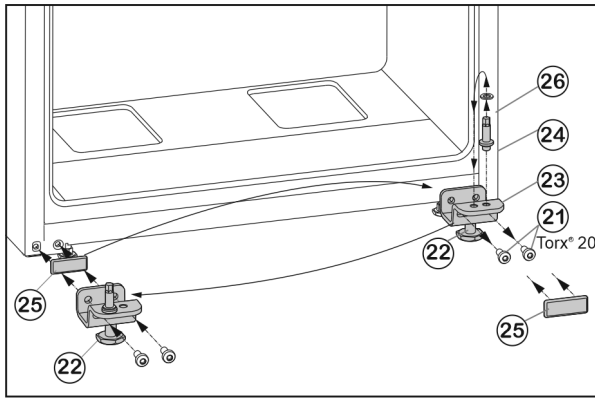

Fig. 7
- ▶ Викрутіть гвинти кріплення Fig. 7 (21).
- ▶ Зніміть нижній опорний кронштейн Fig. 7 (23) разом із гвинтом Fig. 7 (24), шайбою Fig. 7 (26) та установочною ніжкою Fig. 7 (22).
- ▶ Відкрутіть гвинт Fig. 7 (24) разом із шайбою Fig. 7 (26), переставте їх у протилежний отвір опорного кронштейна та знову закрутіть.
- ▶ Обережно зніміть кришку Fig. 7 (25) і переставте її на протилежний бік.
- ▶ Знову прикрутіть нижній опорний кронштейн Fig. 7 (23) разом із гвинтом Fig. 7 (24), шайбою Fig. 7 (26) та установочною ніжкою Fig. 7 (22) на інший бік шарніра (**з моментом 4 Нм**), у разі необхідності скористайтеся акумуляторним гвинтокрутом.
- ▶ Встановіть нижні дверцята згори на опорний гвинт Fig. 7 (24).
- ▶ Викрутіть установочну ніжку Fig. 7 (22) на нижньому опорному кронштейні Fig. 7 (23), доки він не буде опиратися на підлогу.